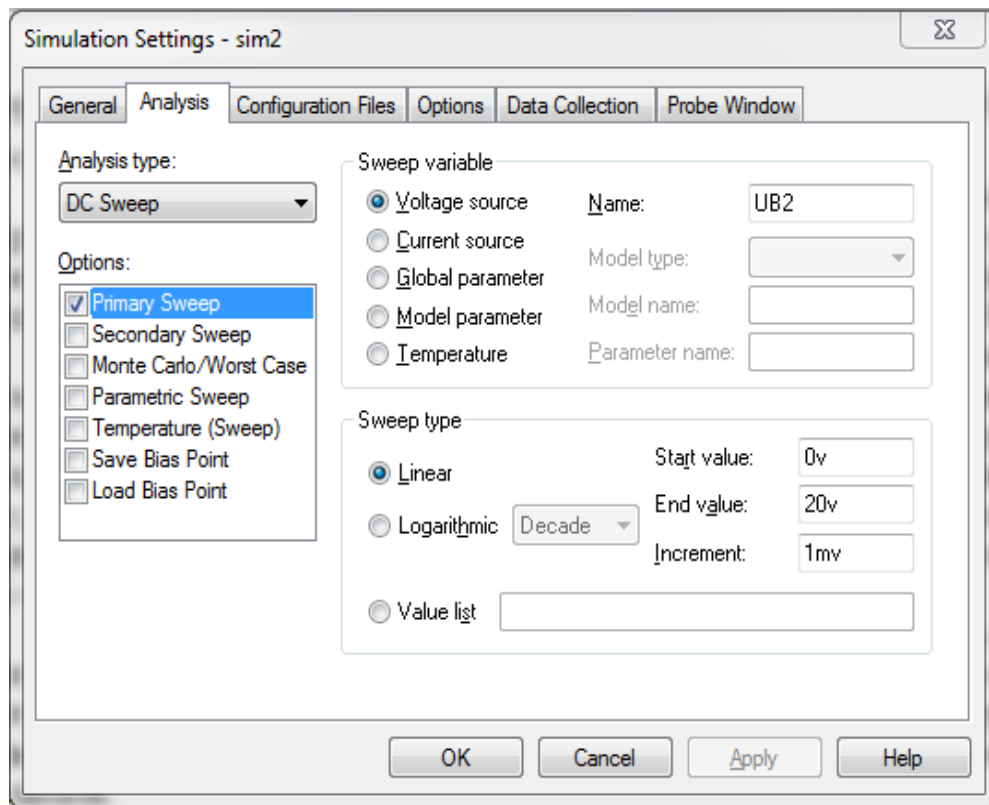

Рисунок 6.22 – Вікно *Simulation Settings* з налаштованим *DC Sweep* для проведення аналізу кола постійного струму
32. Заповнивши вікно *DC Sweep* за зразком на рис. 6.22, задаємо змінну напруги джерела *UB2* від 0 до 20 (В). Масштабна одиниця (поле *Increment*) становить 1 (мВ). Підтвердьте свій вибір, натиснувши на кнопку *OK*. Після цього можете запускати моделювання схеми, натиснувши на кнопку *Run PSpice* .